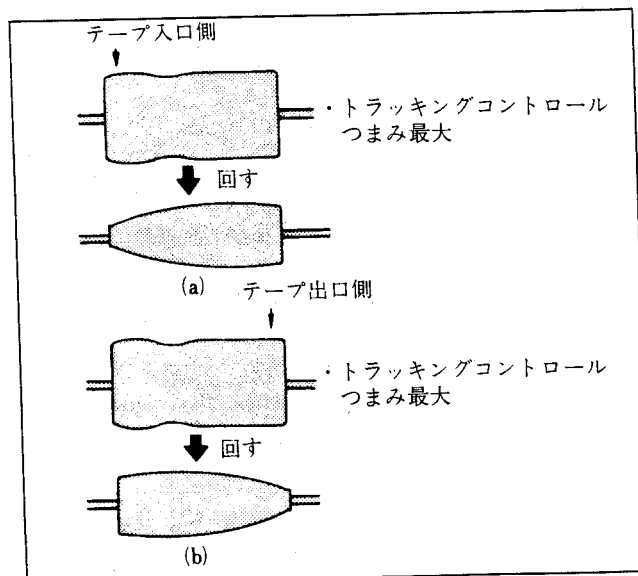

図4-3.
- 6) トラッキングつまみを回したとき図4-3.(a)に示すように入口波形がフラットにならないとき、4-1-2.の「入口側調整」に従って調整を行ない、4-3.(b)に示すように出口波形がフラットにならないときは、4-1-3.の「出口側調整」に従って調整を行なう。